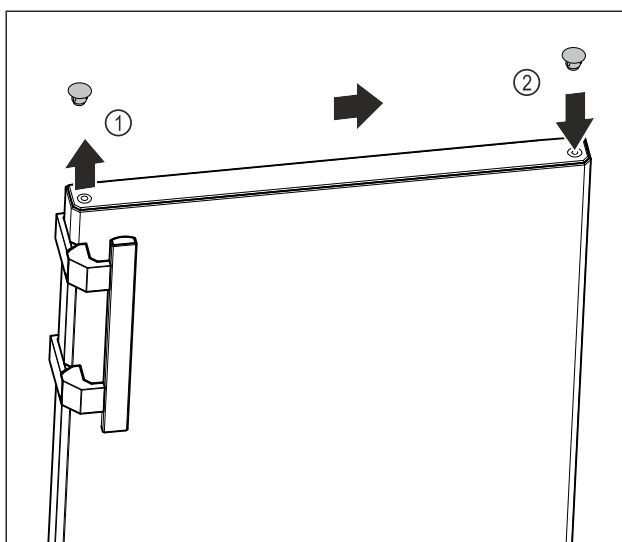

Fig. 13
- ▶ Tõstke ukse üla külje kattedorgid Fig. 13 (1) ettevaatlikult lapikkruvikeerajaga üles.
- ▶ Pange kattedorgid vastasküljel sisse. Fig. 13 (2)